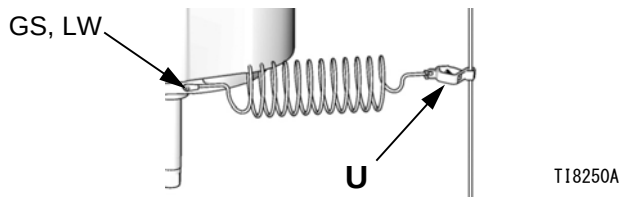

図 2. 接地ワイヤー
ポンプ：付属の接地線およびクランプを使用します。図 2 を参照してください。接地ネジ (GS) とロックワッシャ (LW) を使い、接地線 (U) をエアモーターの後側に付けます。ネジをしっかりと締めます。接地ワイヤーのもう一端を実際の土の地面に接続して下さい。